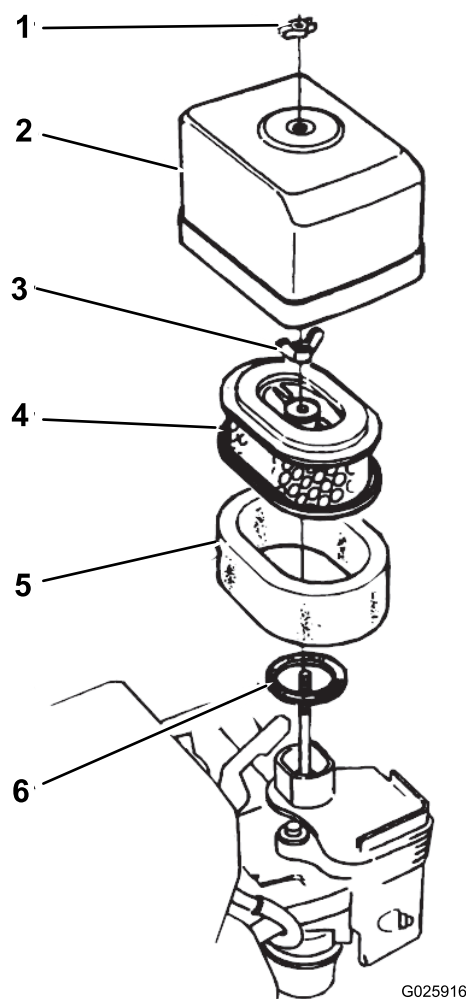

Рисунок 30
2. Удалите гайку-барашек, которая крепит крышку воздухоочистителя, и снимите крышку (Рисунок 30).
5. Установите крышку воздухоочистителя на воздухоочиститель с помощью гайки-барашка(Рисунок 30).
1. Удалите гайку-барашек, которая крепит крышку воздухоочистителя, и снимите крышку (Рисунок 30).
2. Удалите гайку-барашек, которая крепит воздушный фильтр, и снимите фильтр (Рисунок 30).
3. Снимите элемент воздушного фильтра из поролона с бумажного элемента (Рисунок 30).
1. Установите элемент воздушного фильтра из поролона на бумажный элемент (Рисунок 30).
2. Осмотрите прокладку на наличие износа и повреждений (Рисунок 30).
3. Убедитесь, что прокладка установлена на впускном отверстии карбюратора (Рисунок 30).
4. Установите элементы воздушного фильтра на карбюратор при помощи гайки-барашка (Рисунок 30).
5. Установите крышку воздухоочистителя на карбюратор при помощи гайки-барашка (Рисунок 30).